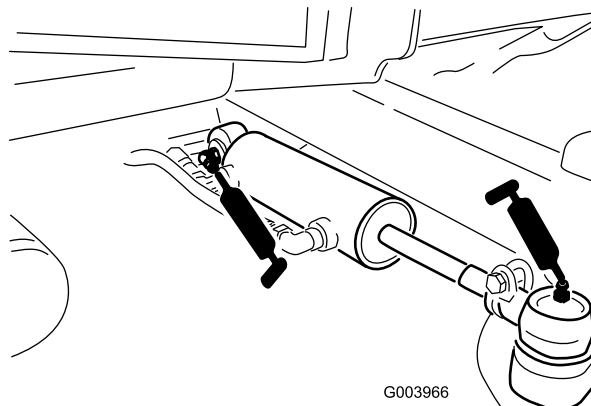

Figura 51
- Rótulas del cilindro de dirección (2) (Figura 51)